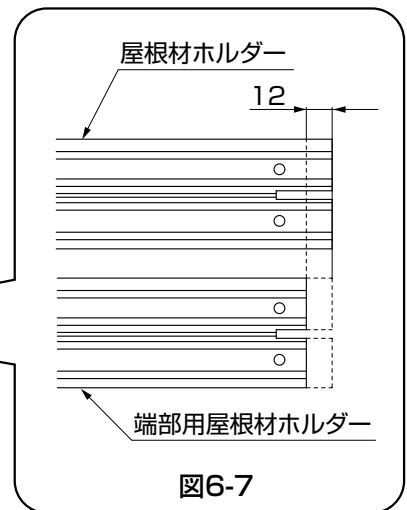

図6-7
- 端部用屋根材ホルダーは、屋根材ホルダーより12mm短くなっています。(図6-7参照)